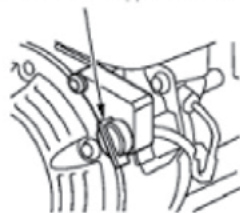

Рис. 2
**1.** Поверните выключатель в положение «ON» - «ВКЛ.» (Рис. 2)
3. Переведите рычаг дроссельной заслонки на минимальные обороты (Рис. 2).